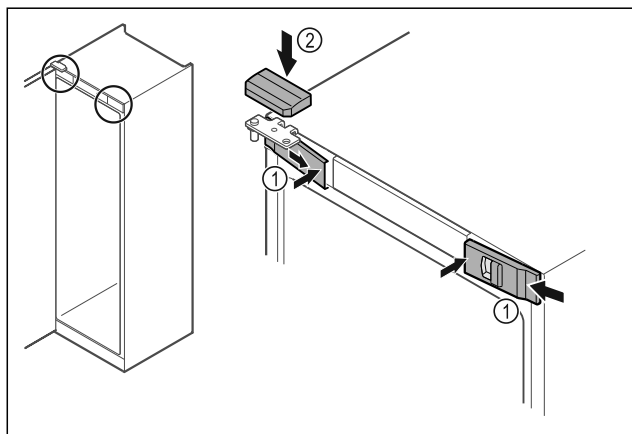

Fig. 49
- Enganchar las cubiertas delanteras Fig. 49 (1) lateralmente y encajar el interior.
- Encajar la cubierta superior Fig. 49 (2) desde arriba.